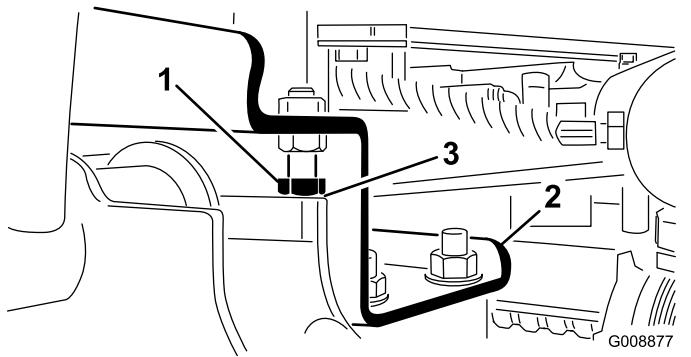

Bild 12
- A. Drehen Sie die Anschlagschrauben heraus (Bild 12).
2. Prüfen Sie, ob der Abstand zwischen jedem Hubarm und der Anschlagschraube zwischen 0,13 und 1,02 mm liegt (Bild 12). Stellen Sie die Anschlagschrauben ein, bis Sie den richtigen Abstand haben, wenn der Abstand davon abweicht.